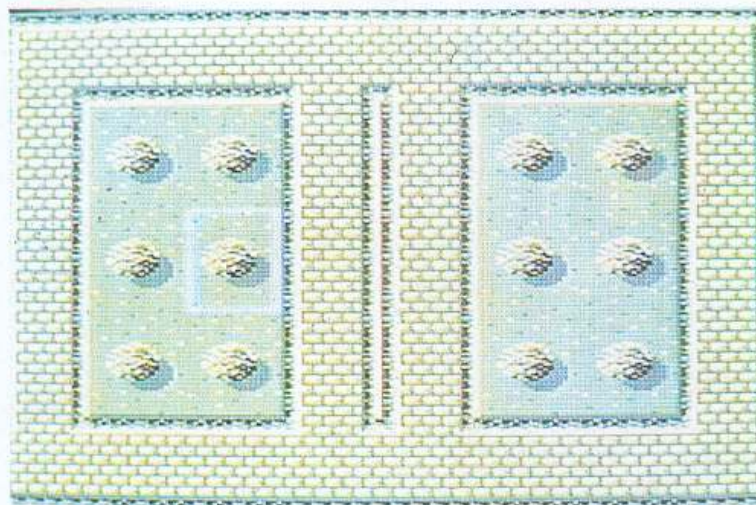

Figura 4.
• **Edit map.** Dopo aver creato qualche blocco si può iniziare a disegnare lo scenario. Con questa opzione potete copiare un blocco precedentemente selezionato in una posizione qualsiasi all'interno delle 22 schermate disponibili. Una volta posizionato il cursore nella posizione desiderata basta premere il tasto Fire per copiare il blocco selezionato. Nella **figura 4** riportiamo un esempio di schermata creata sfruttando le opzioni appena descritte.